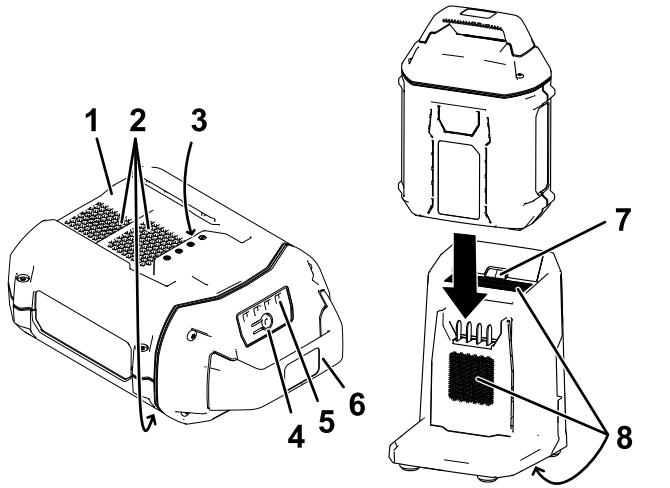

Bild 13
2. Fliegen Sie die Einbuchtung im Akkupack (Bild 13) mit der Aufnahme am Ladegerät aus.
3. Schieben Sie den Akkupack in das Ladegerät, bis es einrastet (Bild 13).